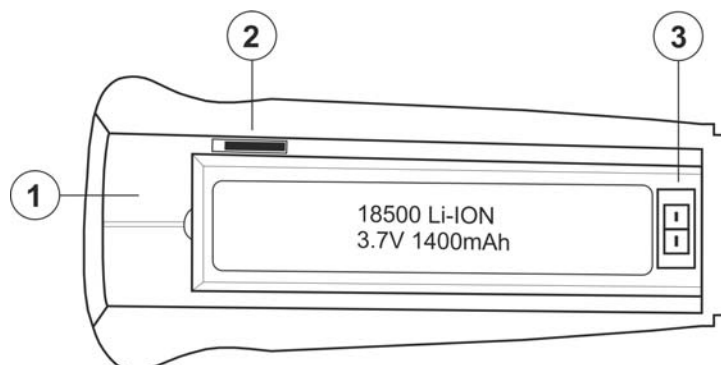

Fig. 3: Descrizione ingressi/uscite dello strumento
2. Inserire la micro SD card nella sede presente all'interno del vano batteria (vedere Fig. 3 – parte 2)